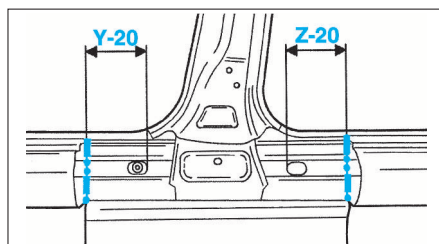

FIG. 58
- Tracer, puis découper la doublure (Fig.58).